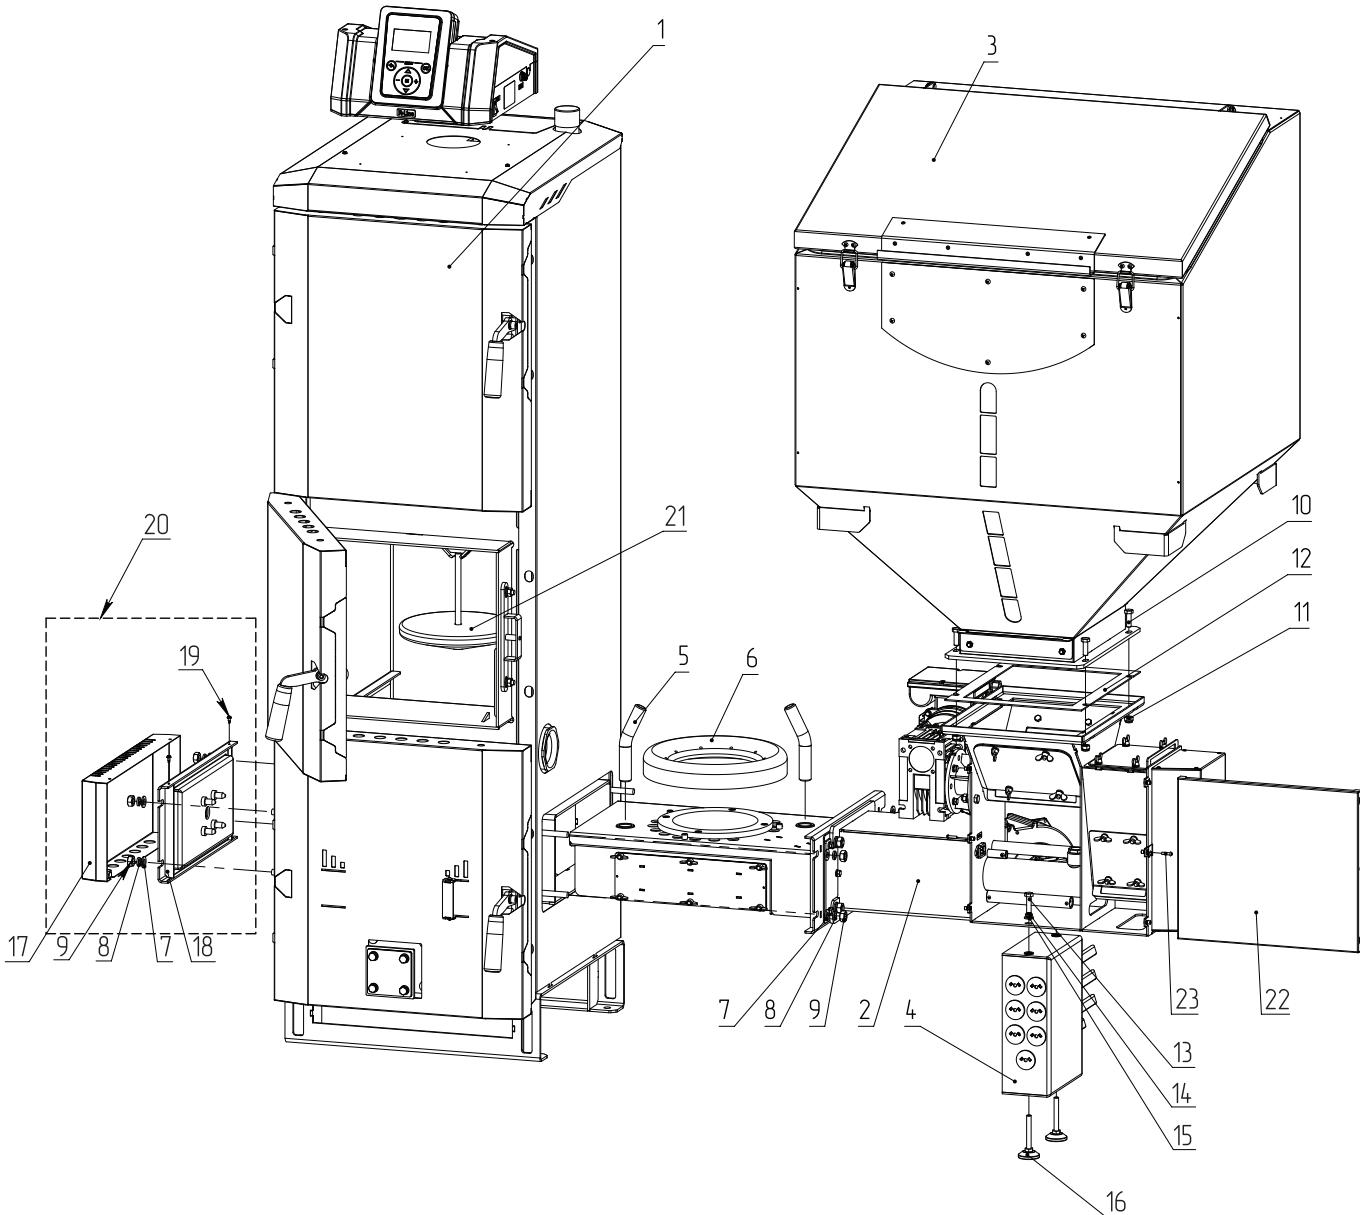

Рис.9 Монтаж котла
1. Открутите саморезы (**Рис.9, поз.19**), снимите кожух заглушки горелки (**Рис.9, поз.17**);
2. Открутите крепежи (**Рис.9, поз.7-9**) и снимите основание заглушки (**Рис.9, поз.18**);
3. Открутите винты (**Рис.9, поз.23**) из механизма;
4. Снимите декоративную крышку (**Рис.9, поз.22**) движением вверх;
5. Снимите тарелку (**Рис.9, поз.6**) с горелки;
8. Осуществите сборку заглушки окна горелки (**Рис.9, поз.20**) в обратном порядке;
9. Прикрутите ножку механизма (**Рис.9, поз.4**) с помощью крепежа (**Рис.9, поз.13-15**) (Под пятники (**Рис.9, поз.16**) должны быть вкручены в ножку);
10. Установите бункер (**Рис.9, поз.3**) на механизм (**Рис.9, поз.2**) через прокладку (**Рис.9, поз.12**);
11. Зафиксируйте с помощью крепежа (**Рис.9, поз.10-11**);
12. Установите тарелку (**Рис.9, поз.6**) и трубы подачи вторичного воздуха (**Рис.9, поз.5**) на горелку;
13. Установите отражатель пламени (**Рис.9, поз.21**);
14. Установите декоративную крышку (**Рис.9, поз.22**).